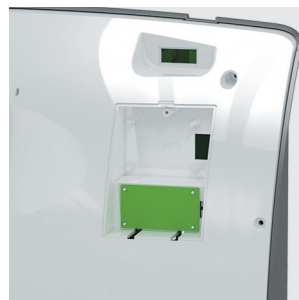

Рисунок 13
6. Вставьте датчик углекислого газа CO2-Z19 в установочное место в нижнем отсеке и закрутите болт фиксации датчика (рис. 13)